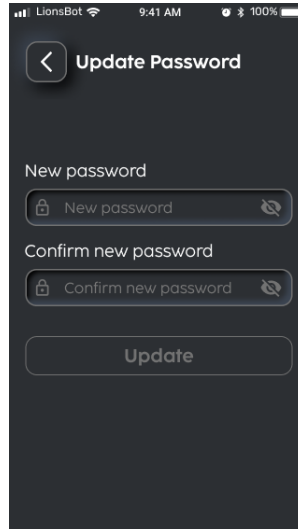
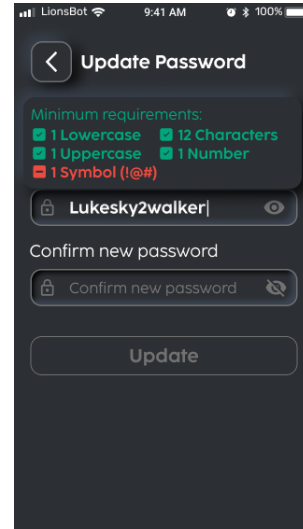

Fig. 5
Fig. 6
4. Voer een nieuw wachtwoord in (fig. 5). Een nieuw wachtwoord moet voldoen aan de minimumvereisten om verder te gaan (fig. 6).